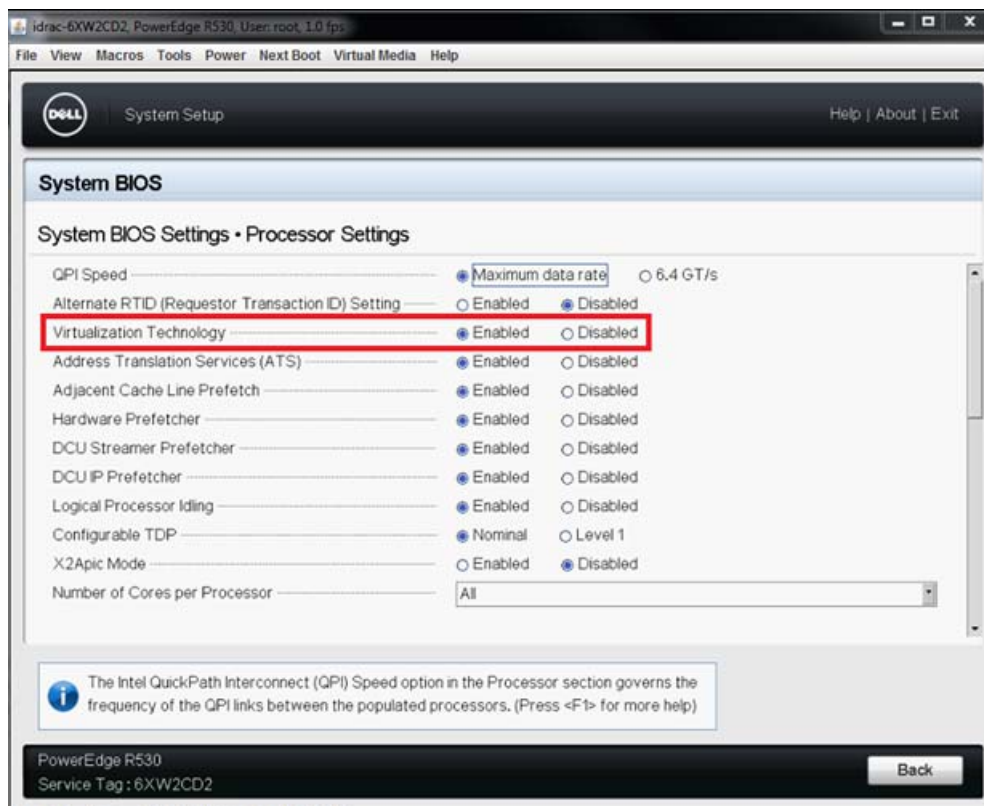

Figure 11-8. Configuration du système : Paramètres du processeur pour SR-IOV
5. Sur la page Paramètres du processeur (Figure 11-8) :